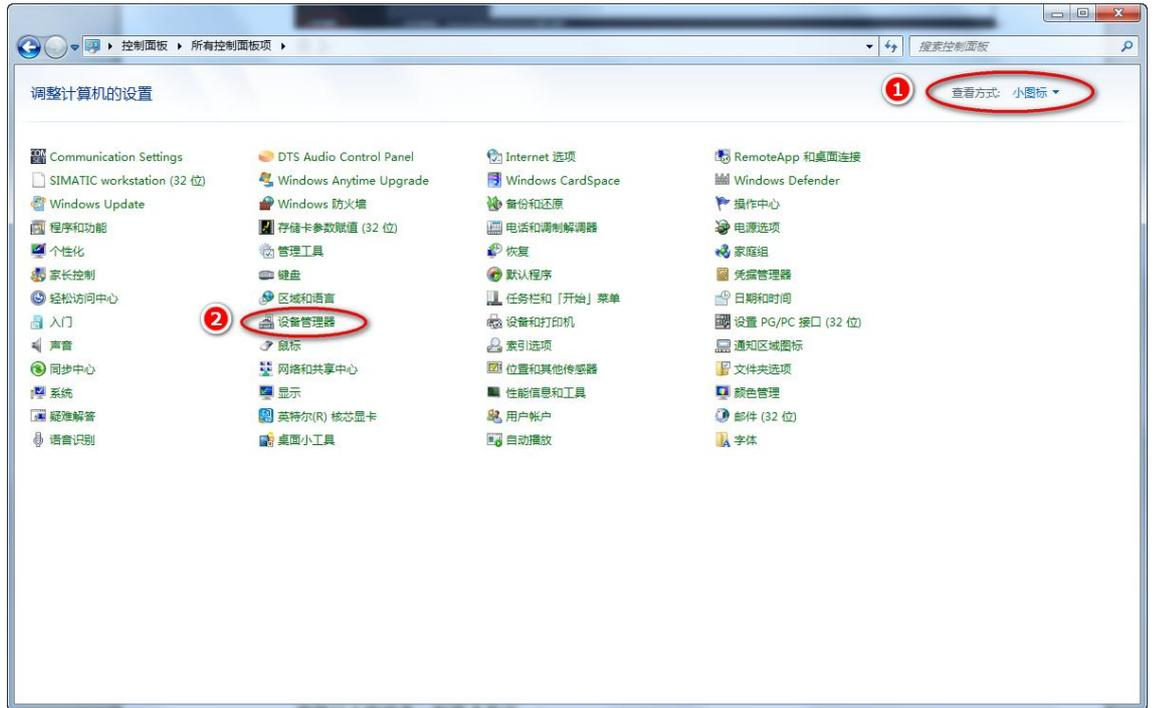

图 4
2) 查看方式选择“小图标”，点击“设备管理器”，如图 4。